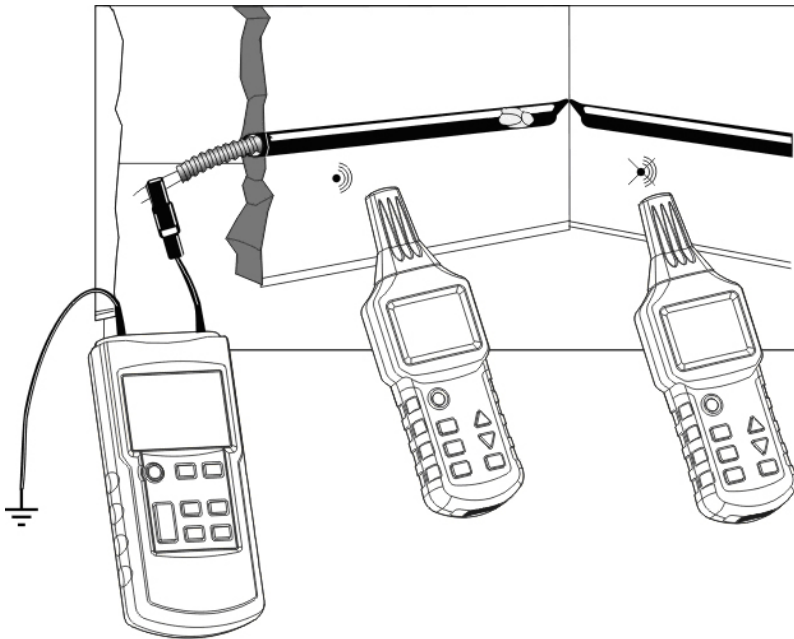

Fig.14
- El transmisor debe estar conectado a un tubo helicoidal metálico (tubo o conducto flexible) y a una puesta a tierra auxiliar como se ilustra en la Fig. 14;